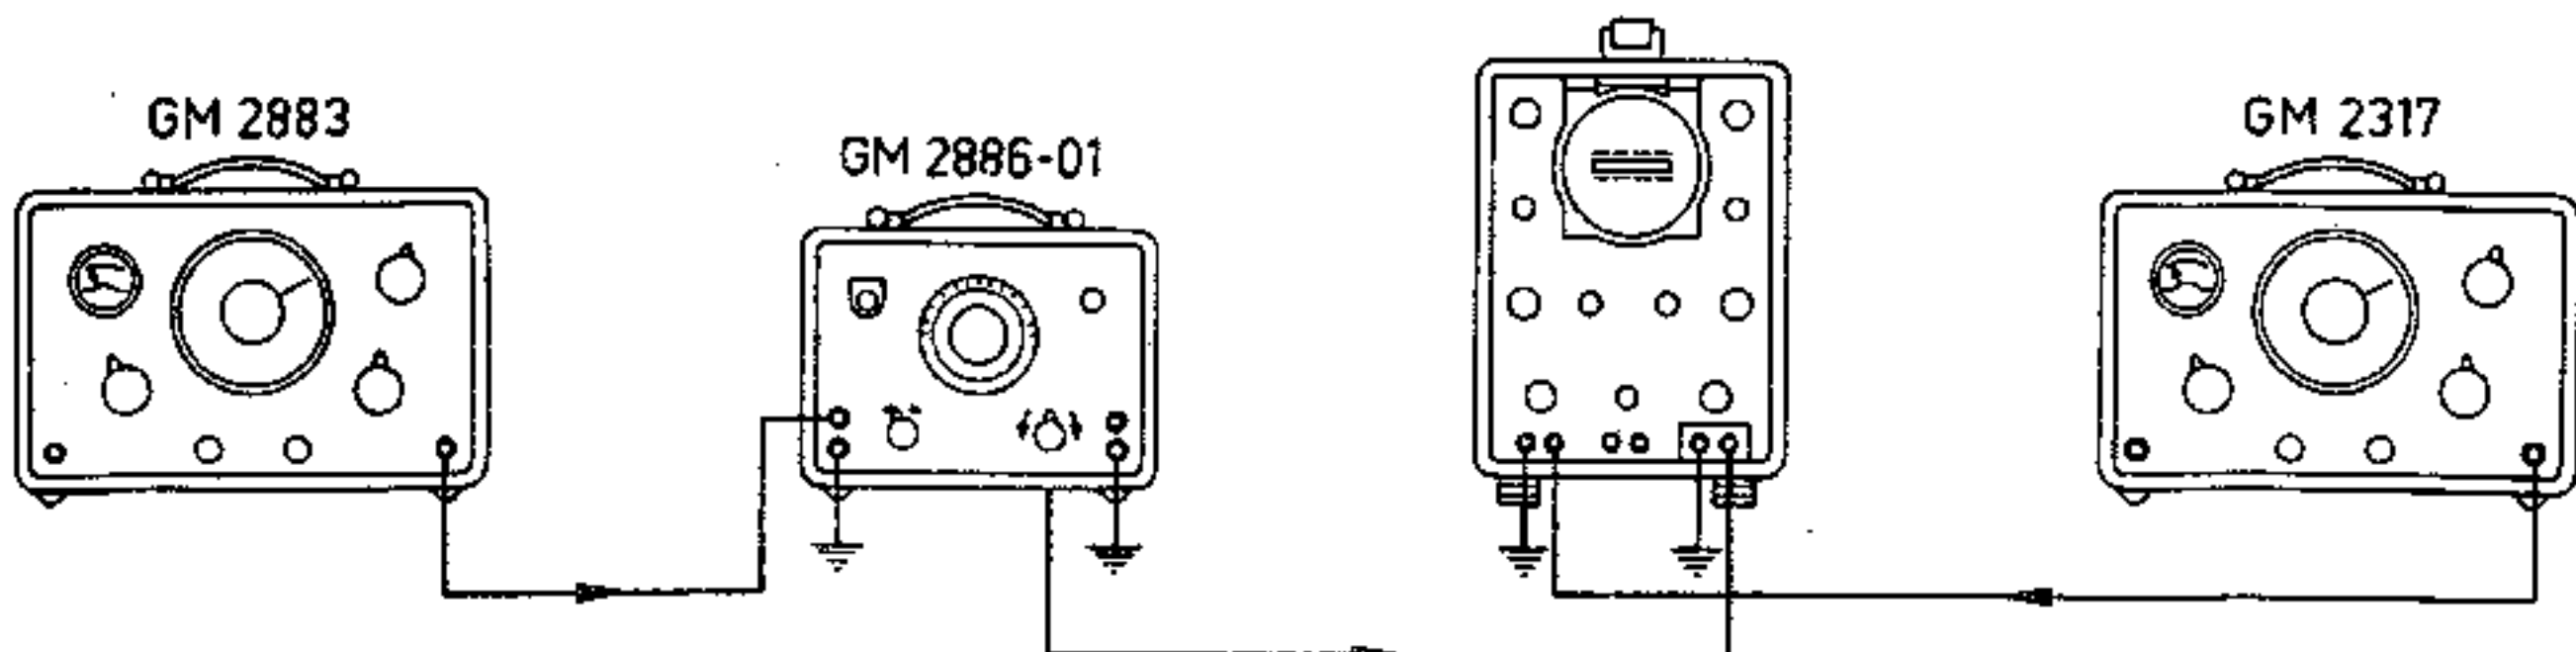

Fig. 6
3. Controleer het schaalverloop van C1. (Zie fig.6). De oscillograaf moet voorzien zijn van een horizontale versterker. GM2883 op 4 MHz (ongemoduleerd; uitgangsspanning ca. 100 mV). GM2317 op 25 kHz. C1 op nul. Met de GM2883 nauwkeurig op nul interfereren (minimale hoogte van het beeld op de oscillograaf). C1 in negatieve richting draaien tot op de oscillograaf een Lissajous figuur verschijnt in de vorm van een ellipsvormige band. De aanwijzing van C1 mag niet meer dan 1 kHz verschillen van de frequentie van de GM2317.